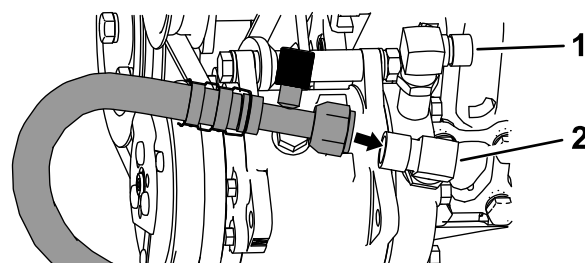
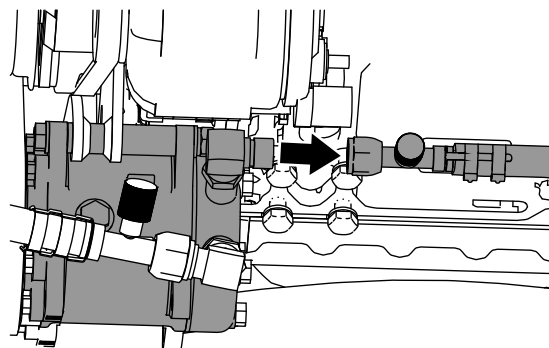

Рисунок 40
Рисунок 41
Примечание: Убедитесь в том, что фитинги установлены под углом, как показано на рисунках Рисунок 40 и Рисунок 41.
3. Подсоедините шланг высокого давления системы кондиционирования воздуха (¾ дюйма) от кабины к прямоугольному штуцеру (¾ дюйма), как показано на Рисунок 41.
1. Подсоедините шланг низкого давления системы кондиционирования воздуха (7/8 дюйма) от кабины в сборе к прямоугольному штуцеру (7/8 дюйма), как показано на Рисунок 40.